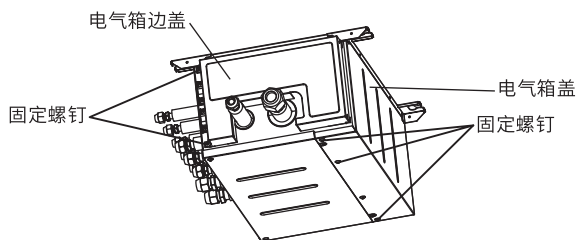

图24-1
- (1) 取下如图24-1电气箱边盖和电气箱盖的固定螺钉，取下电气箱边盖和电气箱盖。